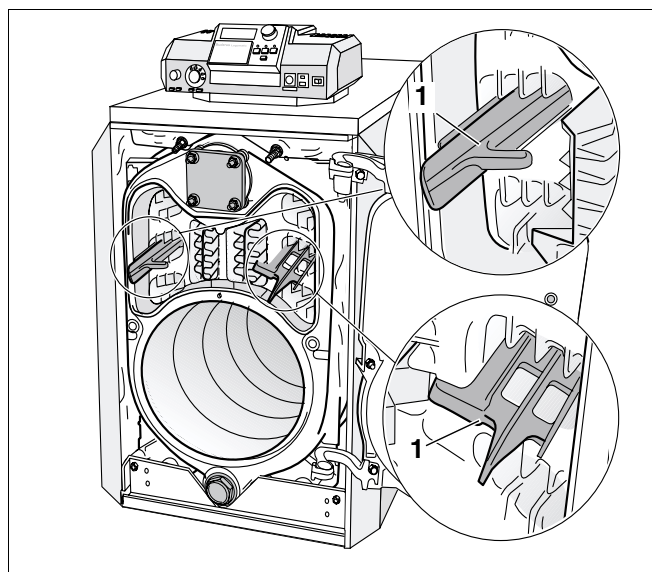

Fig. 68 Plăcile de ghidare se îndepărtează (al doilea drum de fum)
- Plăcile de ghidare gaze arse (Fig. 68, **Poz. 1**) se îndepărtează prin față.